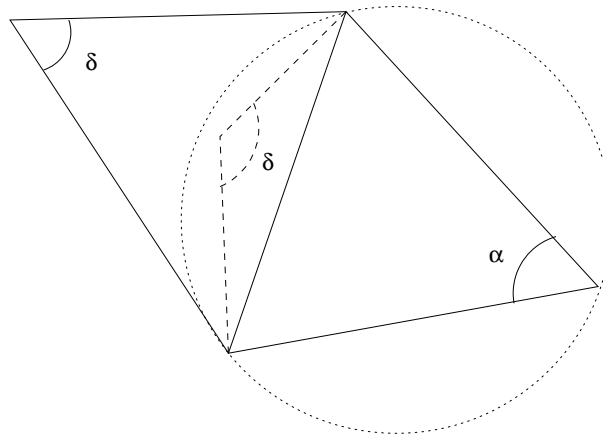

FIGURA 3: Interpretazione geometrica della condizione di Delaunay.
comune fra triangoli adiacenti sia minore di un angolo piatto. Da un punto di vista geometrico, la condizione (2) impone che, considerato il cerchio circoscritto ad ogni elemento triangolare, nessun altro nodo oltre a quelli dell'elemento in esame cada al suo interno (Figura 3). Qualora la condizione (2) sia verificata per tutti gli elementi triangolari con i quali è stato discretizzato il dominio di interesse, si dice che la griglia è una *triangolazione di Delaunay*. Realizzare una triangolazione di Delaunay è condizione necessaria per assicurare un migliore condizionamento alla matrice del sistema finale e per ottenere una buona convergenza alla soluzione vera. Con mesh irregolari, invece, la soluzione numerica può presentare oscillazioni incontrollate e manifestare segni di instabilità.